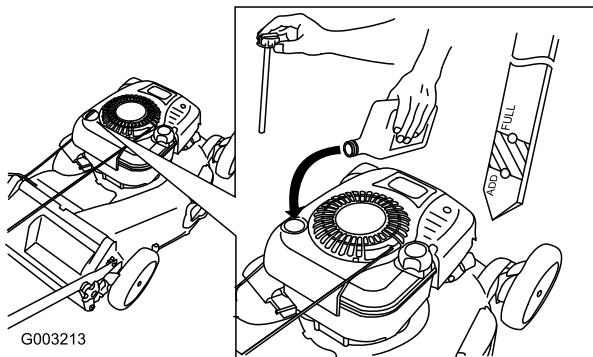

Figura 7
- Retire la varilla (Figura 7).
- Vierta lentamente aceite en el tubo de llenado hasta que el nivel llegue a la marca Full de la varilla (Figura 7). **No llene demasiado.** (Capacidad máxima: 0,77 l (26 onzas), tipo: SAE 30W, aceite detergente con clasificación de servicio API SF, SG, SH, SJ, SL o superior.)